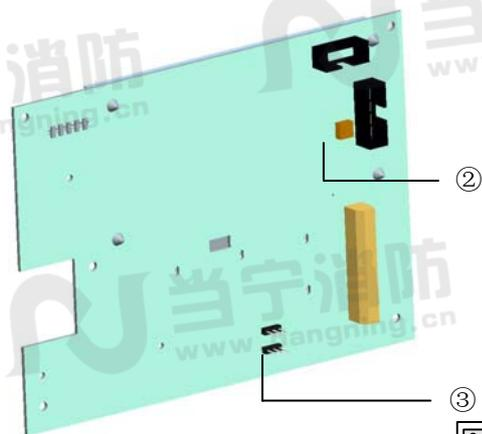
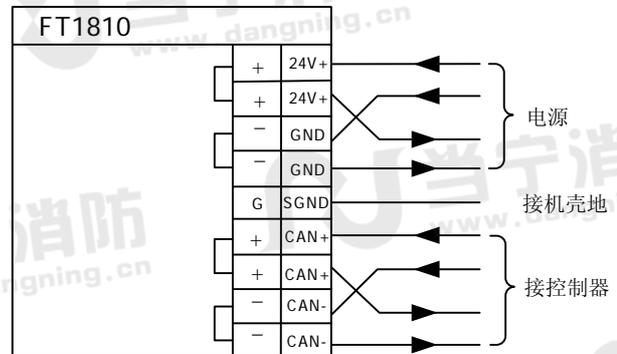

图3 PCB板背面图
图 5 接线图
5. 按接线图将电线接到端子上（图 5）。CAN 总线末端设备需并联 120Ω 电阻（可通过 FT1810 内部跳线完成，如图 3）。